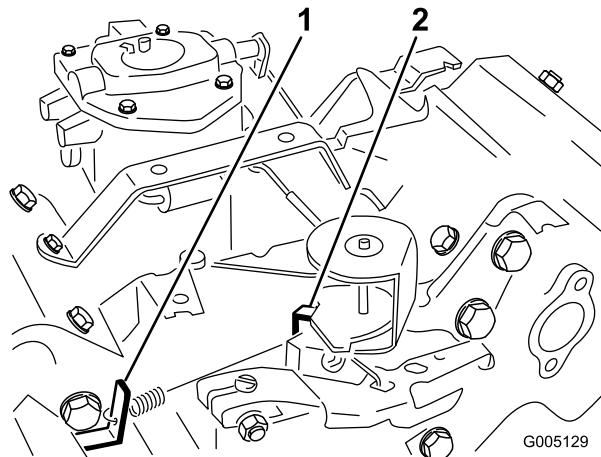

Figura 51
3. Doble la pestaña de anclaje del muelle de regulación del ralentí (Figura 51) hasta obtener una velocidad de ralentí de 1650 ± 100 rpm. Compruebe la velocidad con un tacómetro.
5. Mueva el control del acelerador a la posición de Rápido. Doble la pestaña de anclaje del muelle de alta velocidad (Figura 51) hasta obtener una velocidad alta de 2850 ± 50 rpm.